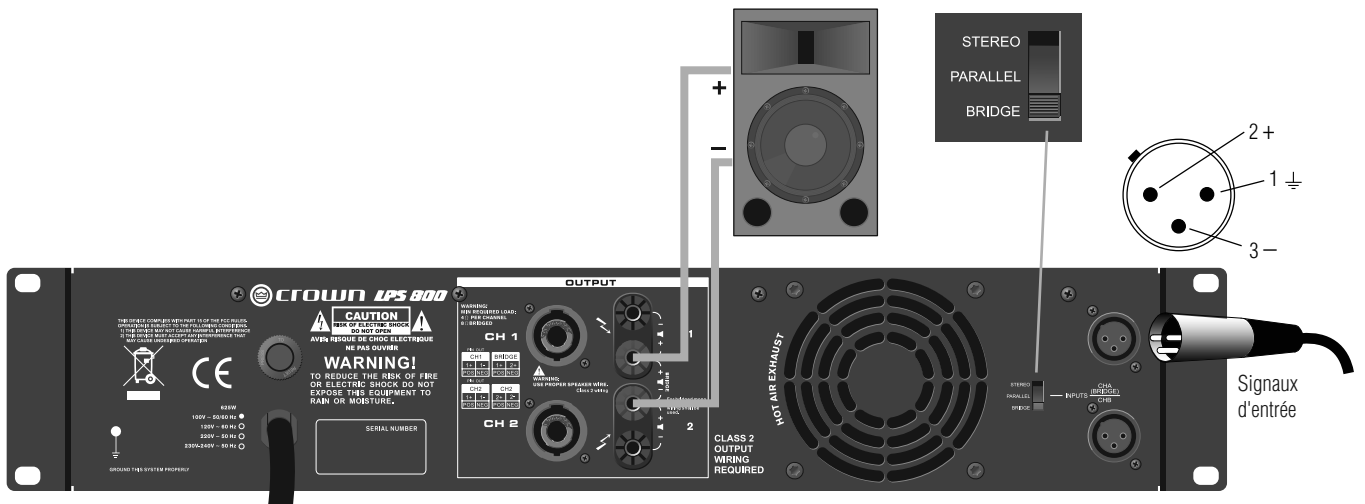

Figure 6. Câblage Bridge-Mono avec connecteurs à bornes
1. Se reporter à la Figure 6. Sur le panneau arrière, régler le Commutateur de mode sortie sur BRIDGE.